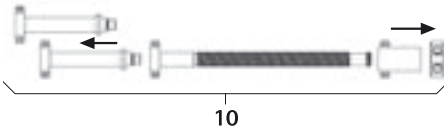

Fig. 6
- Desmontar el distractor de husillo 10, ver Fig. 6.